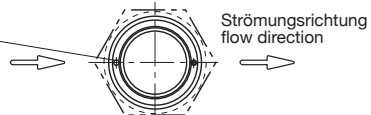

Fig. 5
- Strömungswächter FS10-EX-...-11-... mit O-Ring in den Sensoradapter TP-..., Kugelhahn BV-... oder Anschweißstutzen einstecken (siehe Fig. 5) und die Überwurfmutter festschrauben. Die Ausrichtung der Sensoren ist nach der Verschraubung der Überwurfmutter durch den Arretierstift garantiert.
- Insert the flow monitor FS10-EX-...-11-... with the O-ring into the sensor adapter TP-..., the ball valve BV-... or the welded fitting (see fig. 5) and tighten the union nut. The retention pin ensures correct alignment of the sensors after the union nut has been tightened.